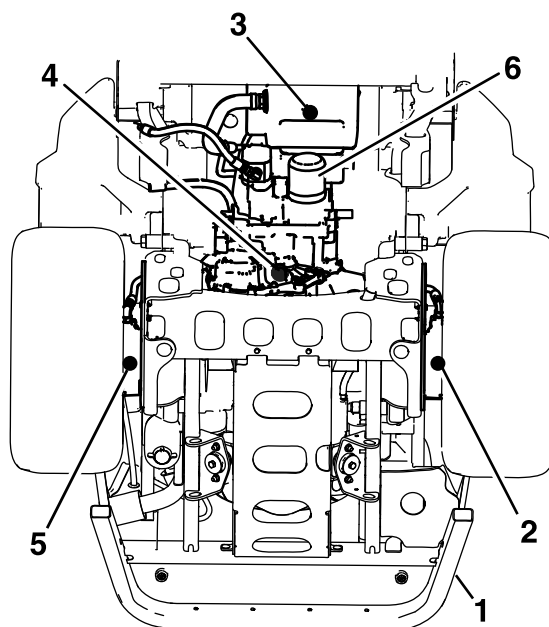

Figure 71
et les moteurs des roues gauche et droite (Figure 71).
5. Enlevez chaque bouchon de vidange et vidangez le liquide hydraulique (Figure 71).
6. Nettoyez la surface autour du filtre à huile hydraulique et retirez le filtre (Figure 71).